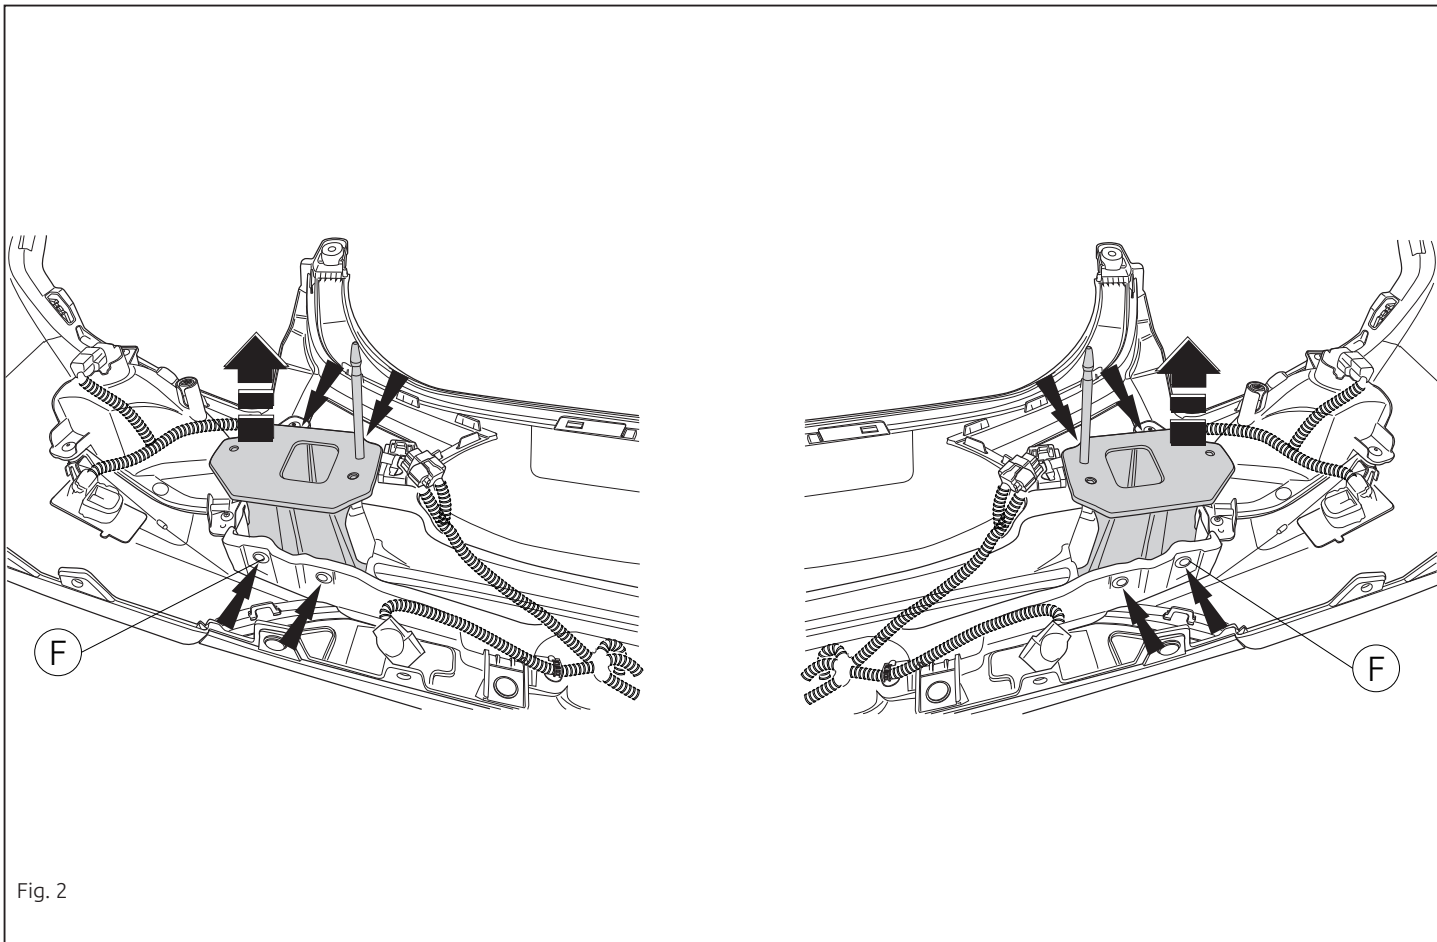

Fig. 2
3. Снять детали, указанные в рис. 2.